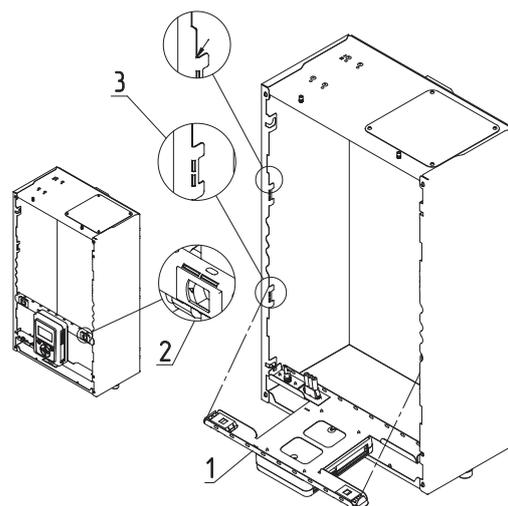

Рис.14 Откидывание кронштейна
- Откинуть кронштейн для крепления пульта управления (Рис.14, поз.1);
- Отжать замки-защелки (Рис.14, поз.2) с двух сторон;
- Имеется возможность сменить положение кронштейна, достав его из пазов и закрепив в соответствующие пазы выше (Рис.14, поз.3).